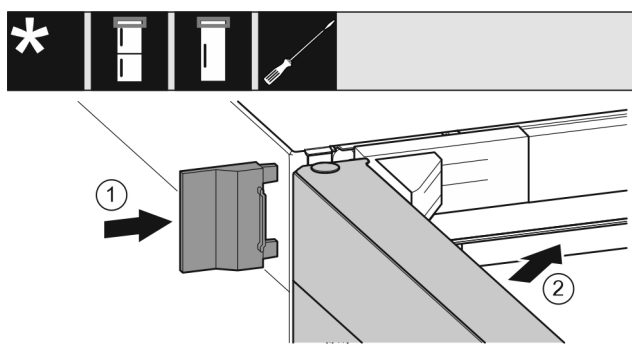

Fig. 20
- ▶ Надвиньте внешнюю крышку. Fig. 20 (1)
- ▶ Закройте верхнюю дверь. Fig. 20 (2)